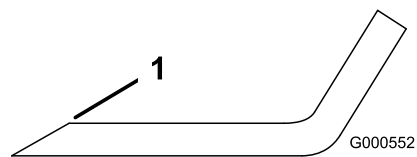

Figure 58
1. Au moyen d'une lime, aigüez les tranchants aux deux extrémités de la lame (Figure 58).
Remarque: Si la lame est déséquilibrée, limez un peu l'extrémité de l'ailette seulement (Figure 58).